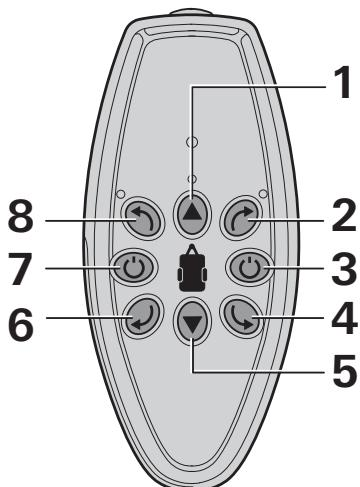
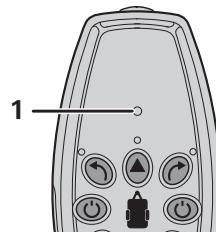

Figura 2
Figura 6
- Pulsar el botón (figura 2 - 7) del mando a distancia hasta que se iluminen los LED (figura 6 - 1).
! El botón de desconexión (figura 2 - 3) del mando a distancia sirve también como «interruptor de paro de urgencia». En caso de anomalías, p. ej. comportamiento sin control del GO2 el botón de desconexión debe pulsarse inmediatamente.
- Mover con los botones de dirección (figura 2 - 1/2/4/5/6/8) la caravana en la dirección deseada.
i Si se pulsan al mismo tiempo los botones de dirección opuestos (figura 2 - 2/6 o 4/8), la caravana girará sobre su propio eje en la dirección correspondiente.
- Durante la conducción (hacia adelante/hacia atrás) la dirección de marcha puede modificarse con los botones de dirección (figura 2 - 2/8 y 4/6).
- Pulsar el botón (figura 2 - 3) del mando a distancia. La iluminación LED se apaga.